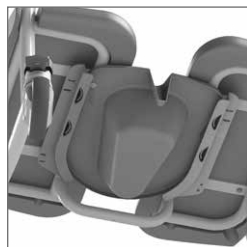

Figure 7 Bassin hygiénique.
- Glissez le bassin ou seau hygiénique par l'arrière de la chaise (Cf. figure 7).